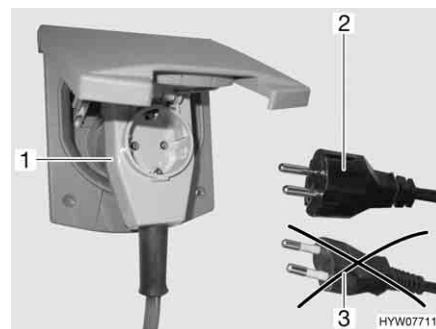

Fig. 114 Collegamento ad un connettore ad angolo provvisto di presa
- ▶ Se si impiega un connettore ad angolo CEE 17 provvisto di una presa integrata sulla parte posteriore (Fig. 114,1), utilizzare esclusivamente una spina IP 44 gommata e sigillata con contatto di terra (Fig. 114,2). Non utilizzare spine senza contatto di terra (Fig. 114,3). Pericolo di scarica elettrica!